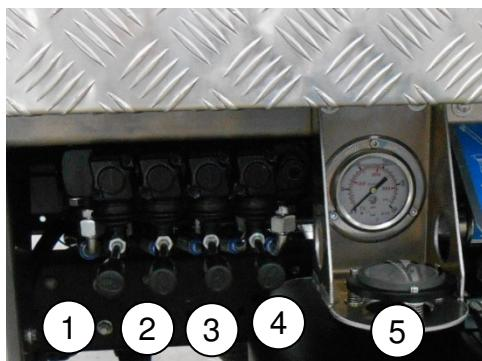

fig. 4.3.4
- Far scendere gli stabilizzatori azionando alternativamente le leve (*pos. 1-2-3-4 fig. 4.3.4*). Azionandole verso il basso si ottiene l'uscita degli stabilizzatori, azionandole verso l'alto il rientro. Fare uscire completamente gli stabilizzatori in modo da sollevare l'autoveicolo e scaricare le sospensioni.
- Osservare la bolla di livello (*pos. 5 fig. 4.3.4*) situata lateralmente ai comandi stabilizzatori e livellare correttamente l'autoveicolo, azionando opportunamente le leve degli stabilizzatori. La macchina è livellata correttamente quando la bolla d'aria, all'interno dell'indicatore, è posizionata nel settore centrale (0°).
- fare rientrare gli stabilizzatori fino a fine corsa, azionando alternativamente le leve (*pos. 1-2-3-4 fig. 4.3.4*)